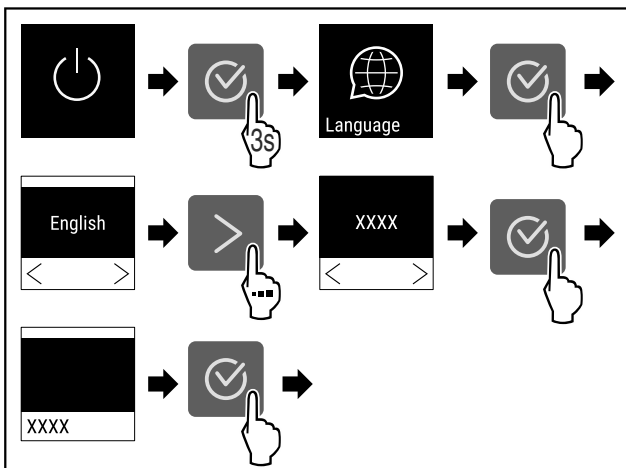

Fig. 50
- ▶ Izvedite zahtevane korake (glejte Fig. 50).